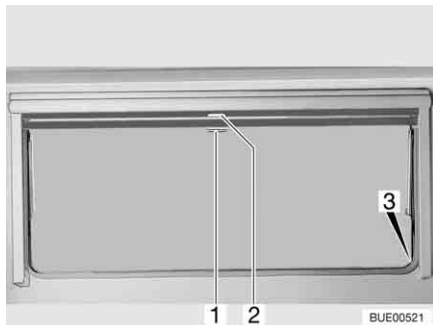

Fig. 100 Janela de projetar
- Puxe para baixo o estore opaco no manípulo (Fig. 100,2). Quando o estore opaco está completamente fechado, prenda-o de ambos os lados no fixador (Fig. 100,3) na moldura da janela.
- Quando o estore opaco está completamente fechado: Empurre o manípulo (Fig. 100,2) para baixo, puxando-o ao mesmo tempo um pouco para dentro. Desprenda o estore opaco dos fixadores no lado esquerdo e no lado direito na moldura da janela.
- Quando o estore opaco se encontra em posição intermédia: Puxe o manípulo (Fig. 100,2) um pouco para baixo até o fixador ficar solto.
- Puxe para baixo a mosquiteira com o manípulo (Fig. 100,1) e pendure ambos os lados no fixador (Fig. 100,3) na moldura da janela.
- Empurre o manípulo (Fig. 100,1) para baixo, puxando-o ao mesmo tempo um pouco para dentro. Desprenda a mosquiteira dos fixadores no lado esquerdo e no lado direito na moldura da janela.